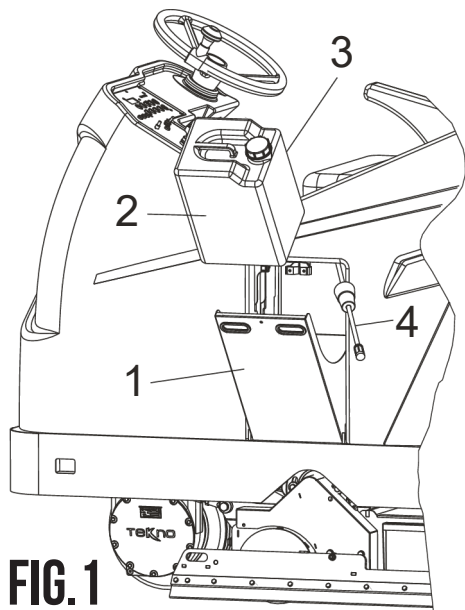
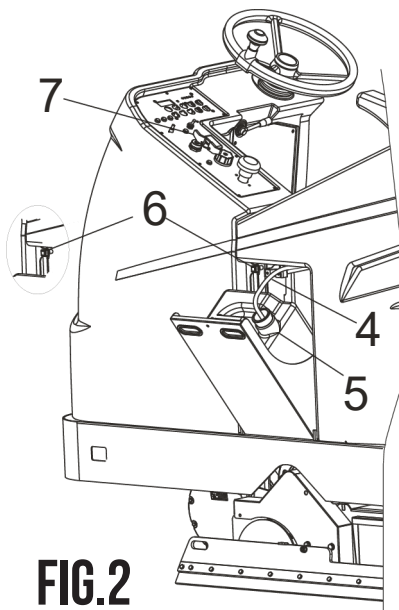

FIG. 1
FIG. 2
- Åbn rummet pos.1;
- Tag slangen pos.4 ud, så den ikke er i vejen ved montering af dunken;
- Sæt dunken pos.2 i som vist i FIG.1. Fjern ikke låget pos.3 på dunken under denne handling, så rengøringsmiddel ikke løber ud. Brug flydende rengøringsmidler med lav skumdannelse, eller anvend et skumdæmpende produkt. Brug ikke brandfarlige væsker. Se anvisningerne på emballagen for doseringsprocenter og nødvendige sikkerhedsforanstaltninger.
- Når dunken er monteret, fjernes låget pos.3, og slangen pos.4 sættes i. Sørg for, at filteret når helt ned i bunden, så alt rengøringsmiddel kan suges op;
- Fastgør slangen pos.4 ved hjælp af keglen pos.5 ved at trykke den let ned i dunken (FIG. 2).